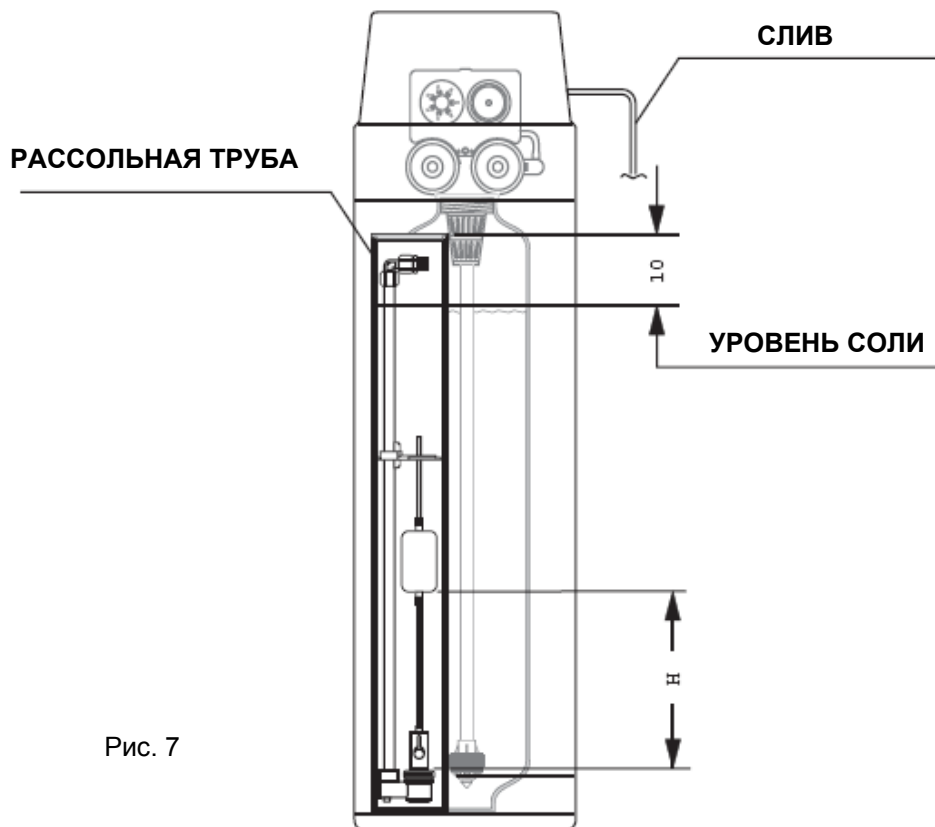

Рис. 7
- a) Заполните контейнер солью, не доходя 10 мм до края рассольной трубы (см. рис. 7).
- j) Подключите слив (см. рис. 7), к гибкому шлангу  $\varnothing 24$  мм.